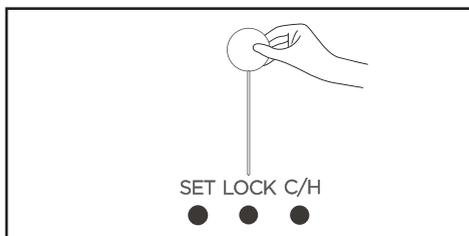

Figura 3.17
1. Pressione LOCK ● para bloquear os botões (consulte a Figura 3.17) e o mostrador exibirá o ícone de bloqueio “”.